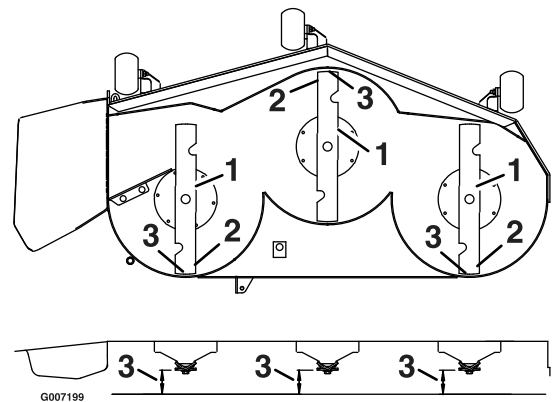

Figura 59
3. Gire cuidadosamente las cuchillas colocándolas en el sentido de avance de la máquina (Figura 59).
4. Mida entre la punta de la cuchilla delantera y la superficie plana y entre la punta de la cuchilla trasera y la superficie plana (Figura 59).